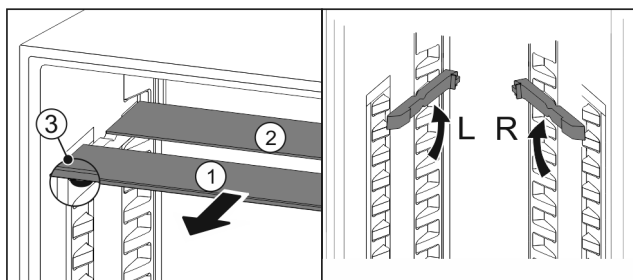

Fig. 27
- По одной извлеките Fig. 27 (1) стеклянные панели движением вперед.
- ▷ Стеклянная панель Fig. 27 (1) с декоративной планкой лежит спереди.
- ▷ Стопоры Fig. 27 (3) показывают вниз.